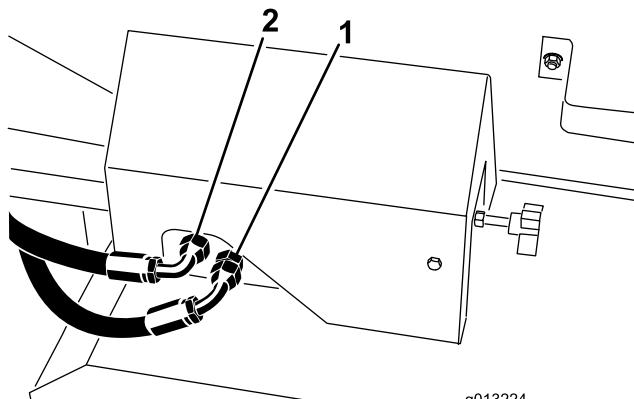
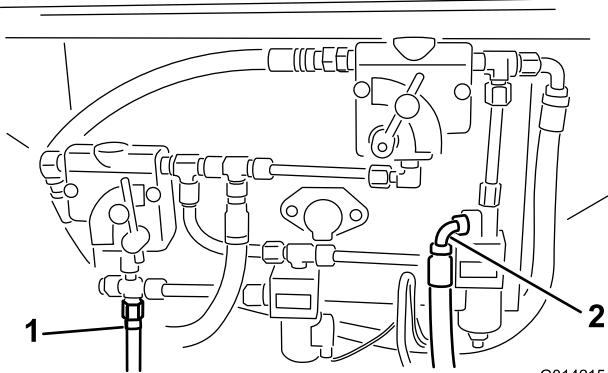
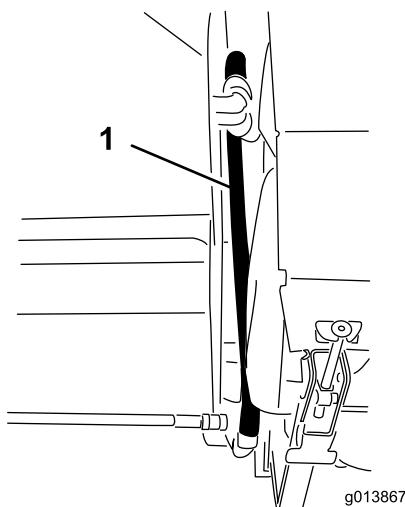
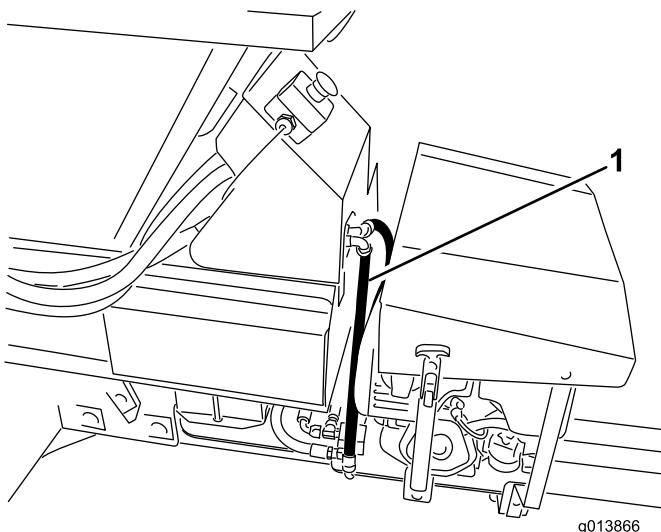

Figura 15
Figura 14
Figura 16
Figura 17
39. Identificate le connessioni di alta pressione e di ritorno sul modello base ProPass. Fate riferimento a Figura 14 per le versioni SH e a Figura 15 per le versioni EH.
40. Se i flessibili di alta pressione e di ritorno erano stati precedentemente installati sulle postazioni mostrate in Figura 14 e Figura 15, rimuoverli.
41. Collegate i flessibili idraulici al pannello di comando idraulico. Fate riferimento a Figura 14 e Figura 16 sulle versioni SH e a Figura 15 e Figura 17 sulle versioni EH.